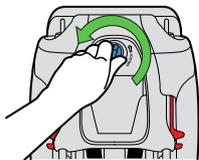

Figure 101
- Tournez le verrou du panneau d'accès vers la gauche et tirez pour l'enlever, tel qu'illustré dans la **Figure 101**.